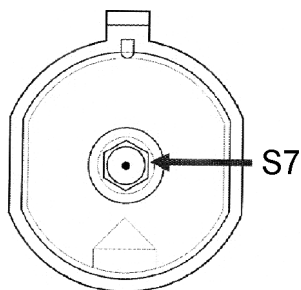

Figura 3
● înlocuirea duzelor arzătoarelor mesei Figura 3
- b) cu ajutorul cheii tubulare S7 înlocuiți duza conform tabelului 1 „Caracteristicile arzătoarelor și duzelor”, vezi Figura 3